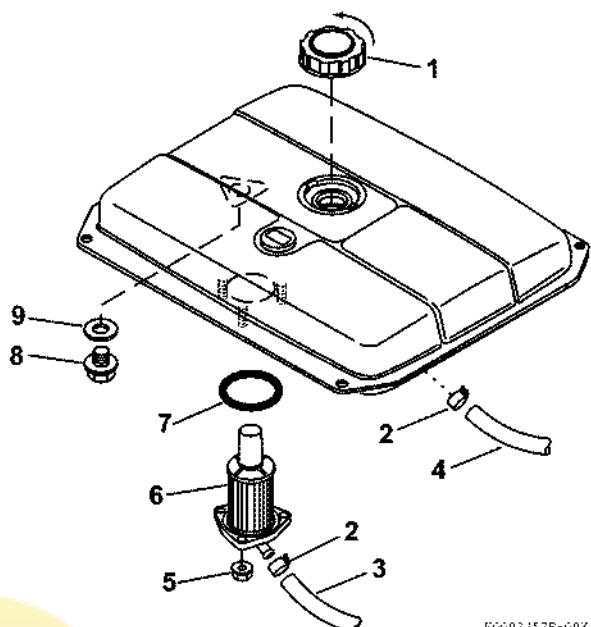

Рис. 72
- Снимите крышку топливного бака (Рис. 72, (1)).
- Снимите сливную пробку топливного бака (Рис. 72, (8)) и прокладку (Рис. 72, (9)), слить топливо. Осмотрите прокладку и замените, если она имеет повреждения.
- Снимите хомуты (Рис. 72, (2)), отсоедините топливопровод (Рис. 72, (3)) и обратную магистраль (Рис. 72, (4)).
- Снимите три гайки топливного фильтра (Рис. 72, (5)) и выньте топливный фильтр (Рис. 72, (6)) со дна бака.
- Поставьте новый фильтр и новую прокладку (Рис. 72, (7)).